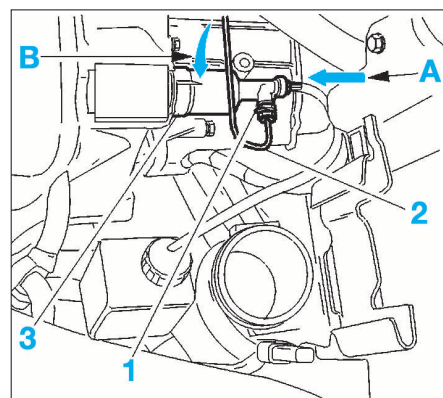

FIG. 15
- l'agrafe (1) (Fig.15) sans la déposer.